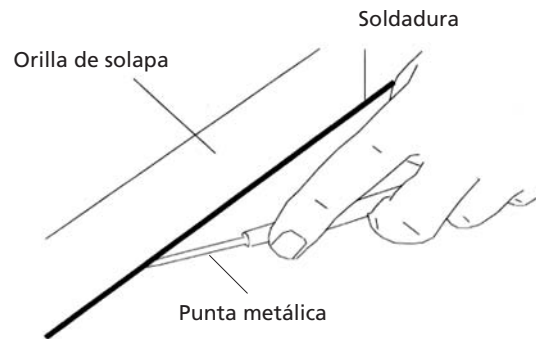

Fig. 15
4. Las soldaduras deberán ser controladas haciendo resbalar una punta metálica a lo largo de los bordes (fig.15) (después de aproximadamente 1 hora)